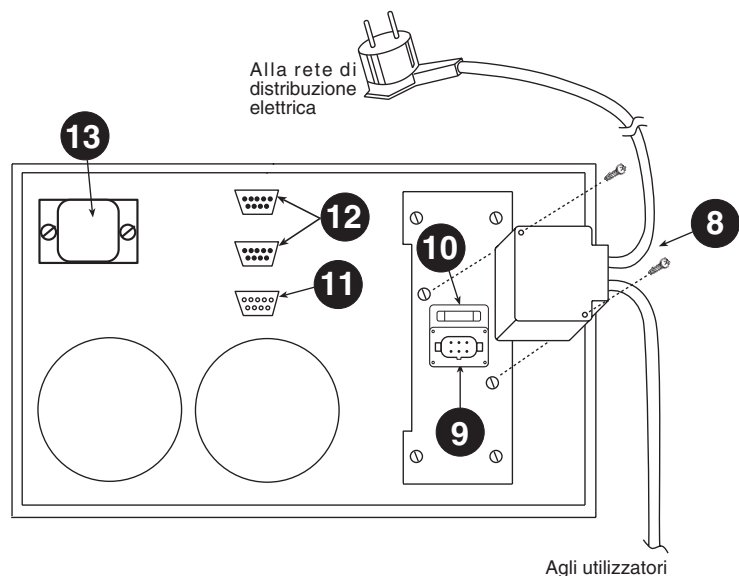

Fig. 2 Connexions Électriques
Bâti unique (**fig. 2**):
1. Câblez le connecteur d'entrée-sortie fourni, comme l'indique la figure 2, à l'aide d'un cordon gainé avec conducteurs internes d'une section d'au moins **2,5 mm²**
4. Reliez le connecteur d'entrée-sortie à la fiche [9] derrière l'onduleur en le fixant sur le châssis par les vis (voir fig. 2).